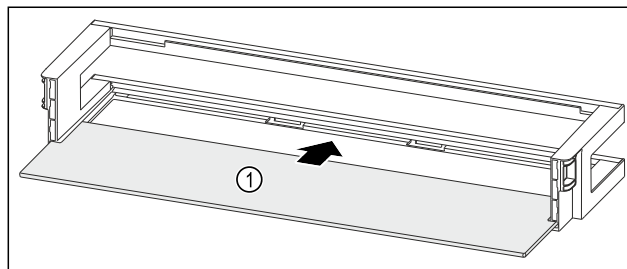

Fig. 99 Raft montat pe ușă cu raft
- ▶ Împingeți în interior raftul Fig. 99 (1) în degajările laterale.